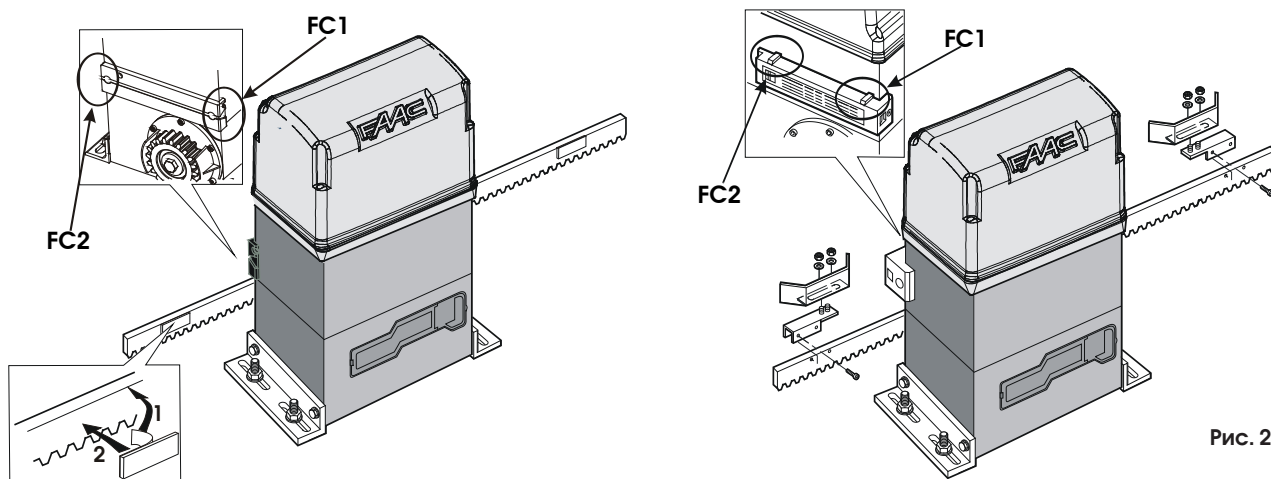

Рис. 21
- Расцепите привод и, сдвигая ворота вручную, проверьте эффективность концевых выключателей, проверяя состояние светодиодов входов (см. раздел 6.1). Если вы смотрите на ворота со стороны, где установлен привод, светодиод **FC1** должен погаснуть, когда при движении слева направо достигается положение остановки, а **FC2** должен погаснуть, когда при движении справа налево достигается положение остановки (также см. рис. 21).